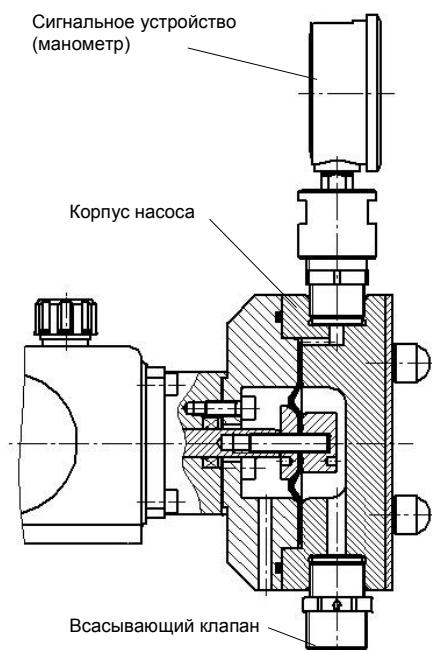

Рис. 41
- Прикрутить сигнальное устройство (см. рис. 41).